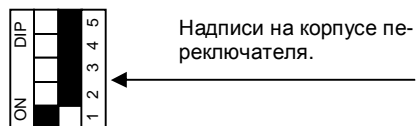

Рисунок 1. Схематическое обозначение массива переключателей на плате ВЭРС-БРУ.
7.7. На плате прибора предусмотрен массив переключателей, выполненных в едином корпусе (см. **Рисунок 1, стр. 7**). Эти переключатели предназначены для задания адреса ВЭРС-БРУ при работе совместно с ВЭРС-ПК и для перевода ВЭРС-БРУ в режим работы по открытому протоколу.